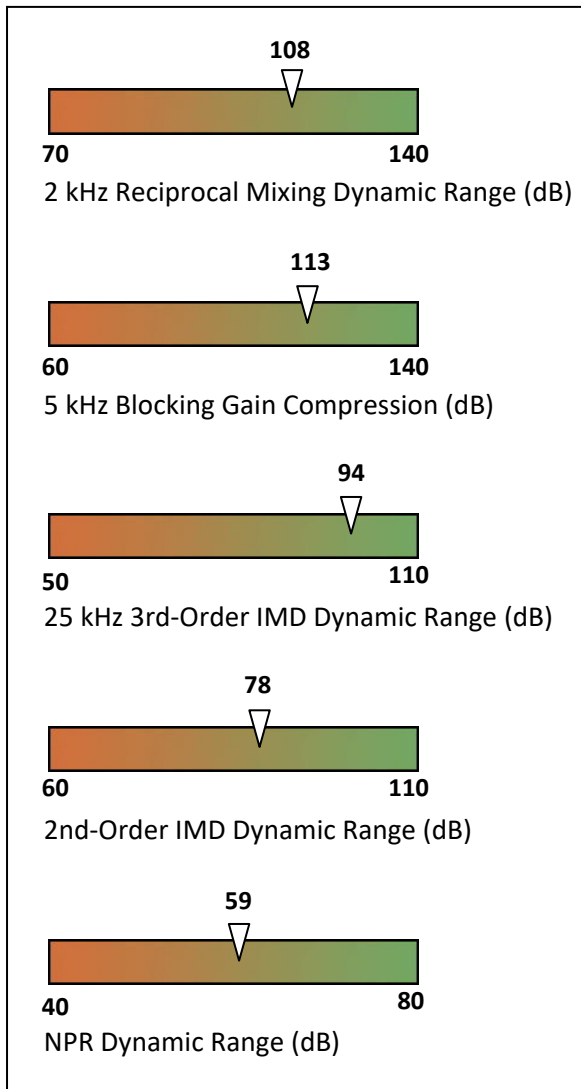

**Bild 29: ColibriNANO im Internet am iPad, empfangen mobil über 3G/LTE**
Über eine Portweiterleitung (Port 5050 default ExpertRS und Port 80 für Remote Control des Receivers via Web-Client) und Registrierung bei einem DNS-Anbieter (DynDNS), ist der ColibriNANO anschließend im Internet weltweit erreichbar (**Bild 29**). Im Handbuch "Expert Remote Service" (4) werden Beispiele hierzu beschrieben. Jetzt kann man auch von unterwegs, auf Reisen oder im Urlaub, auf den Receiver über ein Smartphone, Notebook oder PC zugreifen und fernsteuern, der verwendete Browser muß nur HTML5 fähig sein. Die übertragenen IQ-Daten werden stark komprimiert, so dass sich ein Upload von nur 30...40kbit/s ergibt, eine 3G Verbindung reicht hierfür aus. Der heimische PC ist für den Remote-Betrieb nicht erforderlich und kann abgeschaltet werden, der RPi3 agiert alleine als Remote-Server. ColibriNANO und RPi3 bilden eine autarke Einheit und können auch an abgelegenen, ruhigen HF-Standorten positioniert werden, zum Betrieb sind lediglich eine Antenne und eine Internetverbindung erforderlich.